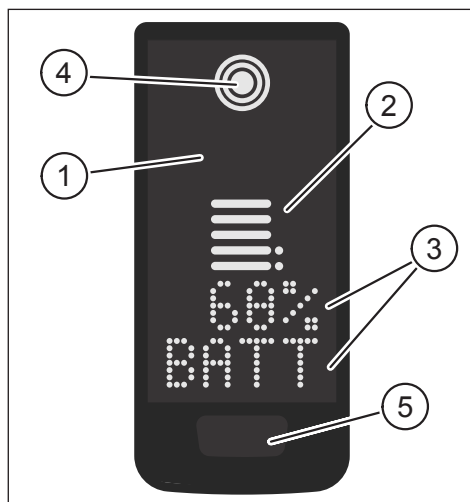
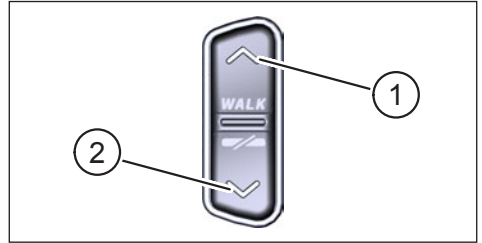

Fig. 1: Bediening en indicator componenten op Display
Fig. 2: Bediening op de Remote
#### Pos. in Fig. 1 Beschrijving
Pos. in Fig. 2	Beschrijving
- ▶ Houd de knop op de Display (Pos. 5 in Fig. 1) en de knop DOWN op de Remote (Pos. 2 in Fig. 2) minstens 5 seconden ingedrukt.
- ▶ Met een dubbele klik op op de knop op de Display (Pos. 5 in Fig. 1) schakelt u naar de volgende schermweergave.
- Druk op de knop DOWN op de Remote bediening (Pos. 2 in Fig. 2).